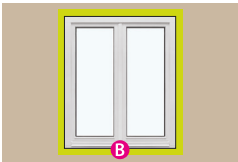

Fig. 12
- Udlign firrummet mellem vinduet/dørkarmen og væggen langs omkredsen, så den samme afstand fra karmen til åbning er lig på alle sider (se fig. 12).